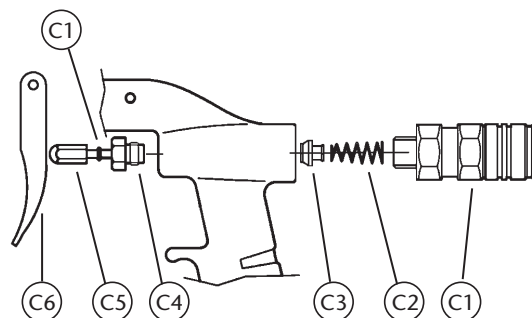

Fig. 3
- Desserrer et retirer le raccord rapide (C1) (voir Fig. 3).